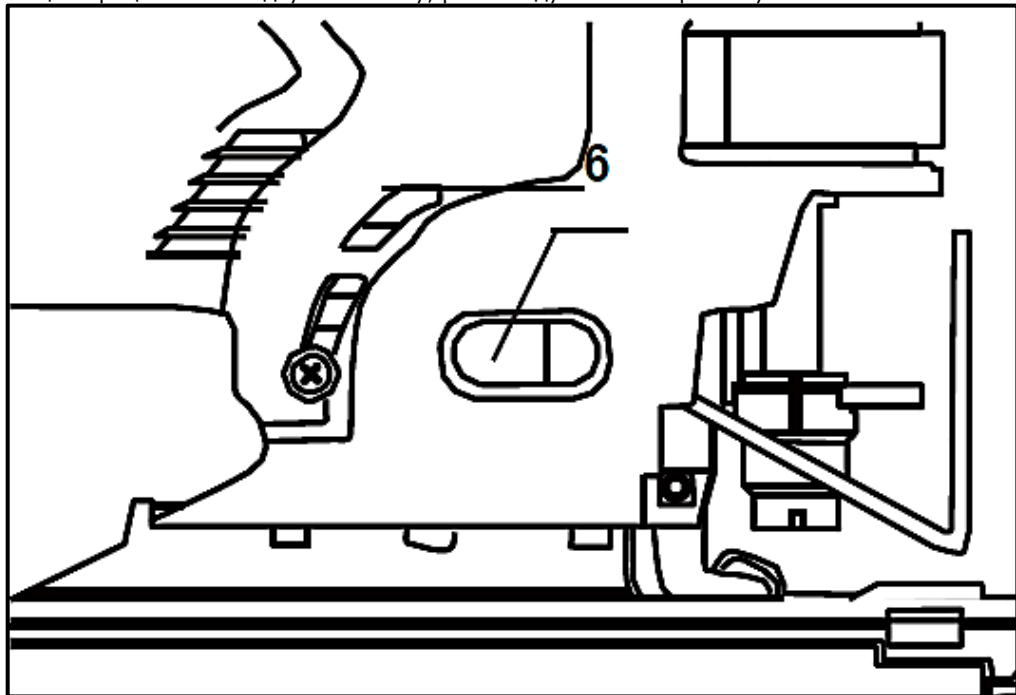

Рис. 5
6. Здув тирси (Рис.5).
5.1.7 Пиловідвід (Рис. 5).